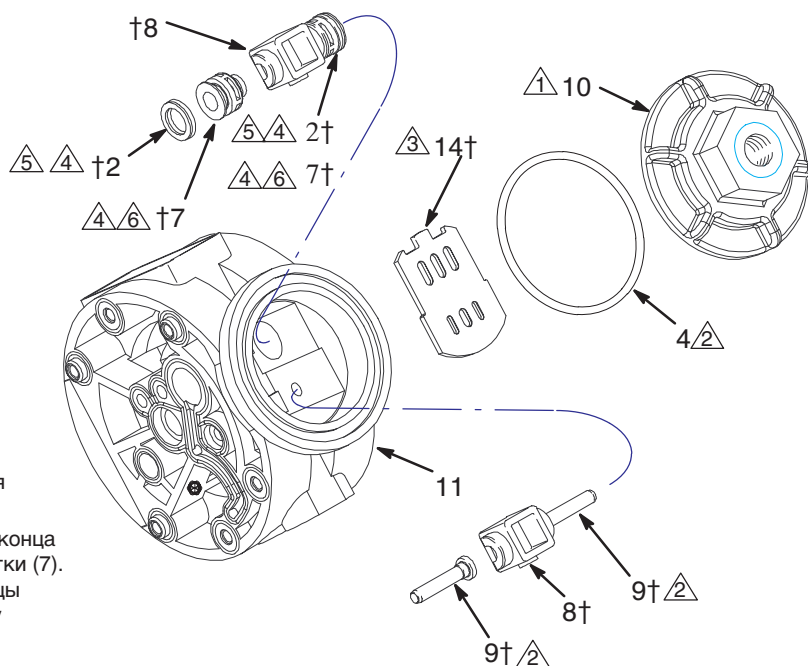

Рис. 6
**ПРИМЕЧАНИЕ:** для заказа имеется ремонтный комплект воздушного клапана 241657. Детали, входящие в комплект, помечены "крестиком" (†) на Рис. 6, чертеже деталей и в списках. В комплекте поставляется труба со смазкой общего назначения 111920. Обслуживание воздушного клапана выполняется следующим образом. См. Рис. 6.